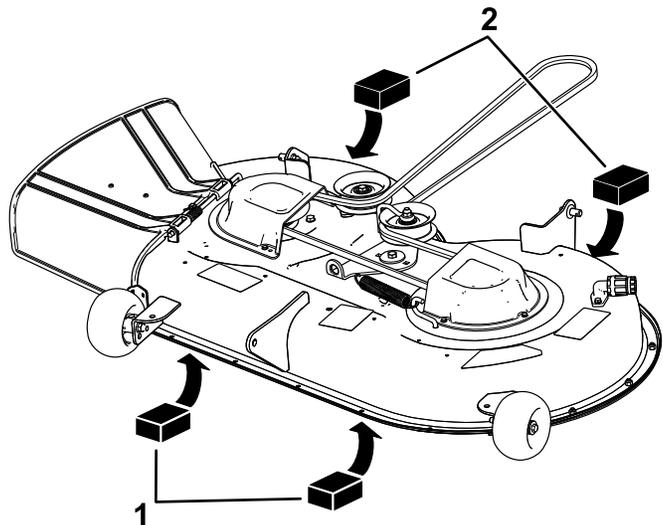

Рисунок 65
4. Установите 2 подставки толщиной по 6,6 см (2⁵/₈ дюйма) под каждую сторону передней кромки деки, но не под кронштейны защитного валика (Рисунок 65).
5. Установите 2 подставки толщиной по 7,3 см (2⁷/₈ дюйма) под заднюю кромку фартука режущей деки, по одной на каждой стороне режущей деки (Рисунок 65).